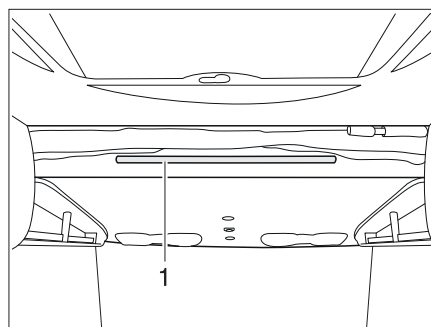

Bild 164 Hubbett elektrisch
- Die Aufstiegsleiter mit den beiden Bügeln in die Haltstange (Bild 164,1) am Hubbett einhängen.